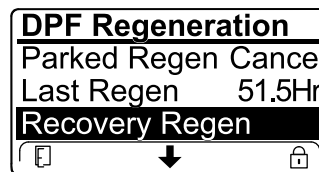

Figura 63
- Se o computador do motor não tiver pedido uma regeneração de recuperação e percorrer a opção REGENERAÇÃO DE RECUPERAÇÃO, a regeneração de recuperação bloqueia e o ícone de bloqueio (Figura 63) surge no canto inferior direito do InfoCenter.